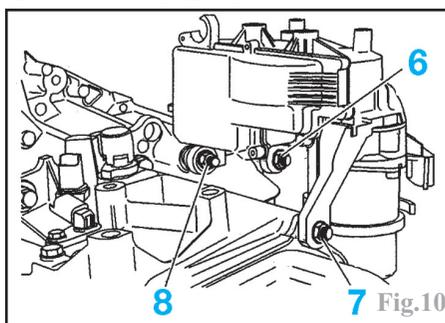

Fig.10
Presser les écrous (8), (6) et (7) jusqu'au contact (Fig.10).